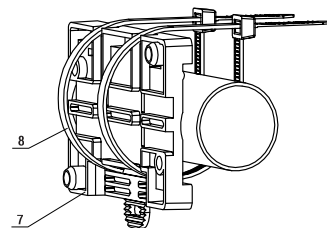

Abb. 3
8. Zur Befestigung des Geräts auf einer Hutschiene befestigen Sie die Anschlussplatte (7) mit den zwei Schrauben (4) an das Gerät und rasten Sie das Gerät auf der Hutschiene ein.
9. Zur Befestigung des Geräts an einem Rohr befestigen Sie die Anschlussplatte (7) mit zwei 6 mm breiten Kabelbinder an dem Rohr (Abb. 3), dann wird das Gerät mit den zwei Schrauben (4) an die Anschlussplatte (7) geschraubt.
10. Zur Befestigung des Geräts an einer Wand werden die zwei Löcher für die Schrauben (4) verwendet.
11. Schieben Sie die beiden Abdeckungen (1) auf die Frontplatte (2).